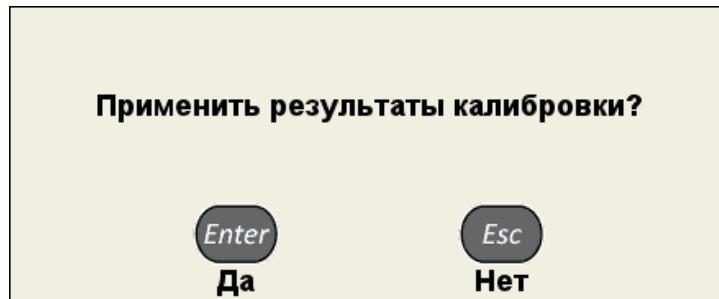

Рисунок 16
- нажать клавишу  . Откроется подтверждающее окно (рисунок 16);